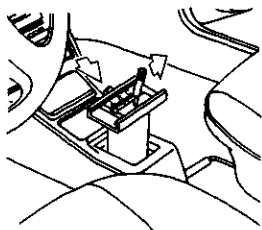

图 3-30 旋紧定位器螺栓
16) 将上换挡杆放到最右面，直至缓冲垫，旋紧定位器螺栓，如图 3-30 所示。